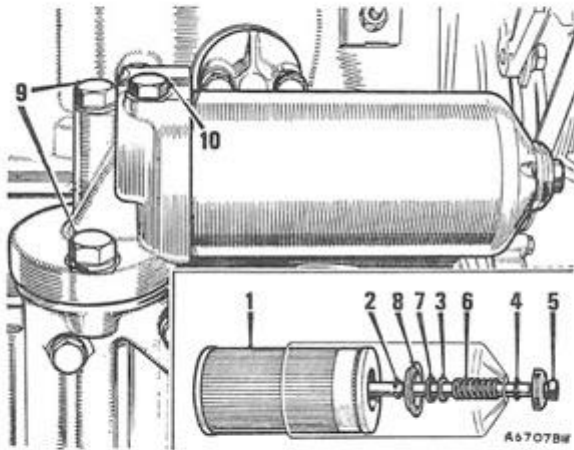

Fig. Aa.1
- 6) Filterskålen samles med et nyt element og med de indvendige dele i den på fig. Aa.1 viste rækkefølge. Påse at den indvendige tætningskive er i god stand og passer godt på bolten.